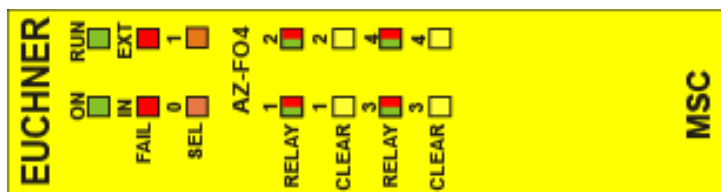

Figure 22:
8.3.10. Module AZ-FO4 (Figure 22)